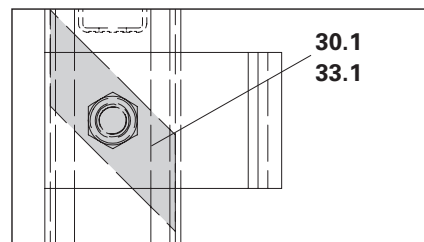

Fig. A6.09a
7. Assicurare la scala ai connettori scale con le piastre di serraggio (**33.1**). (Fig. A6.09a)
- La superficie di contatto delle piastre di serraggio (**30.1/33.1**) è a contatto del profilo della scala? (Fig. A6.09a)